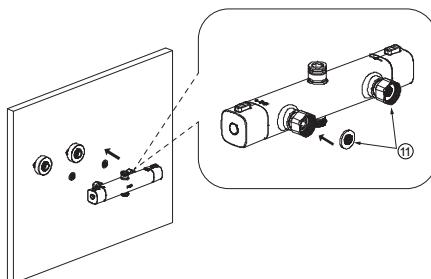
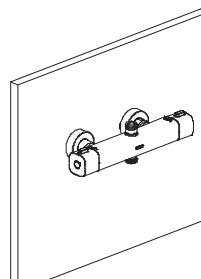

Figura 4
Figura 5
- a) Inserire la rondella di gomma del filtro ⑪ all'interno dell'ingresso della barra termostatica della doccia 7 (Figura 4). Collegare la barra termostatica della doccia ai connettori curvi (Figura 5). Il lato sinistro è quello dell'acqua calda e il lato destro quello dell'acqua fredda.